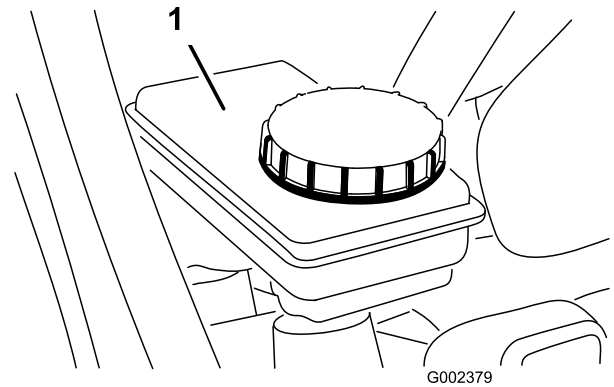

Figura 57
5. Asigurai-vă că nivelul lichidului este până la linia cu marcajul Full (Compleat) a rezervorului (Figura 57).
6. Dacă nivelul lichidului este scăzut, curăți zona din jurul capacului, scoateți capacul rezervorului și umpleți rezervorul la nivelul corespunzător cu lichidul de frână specificat (Figura 57).